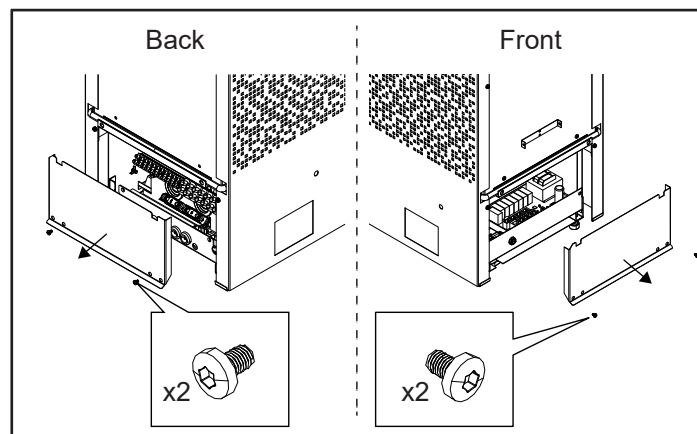

Fig 8: Lossa inkopplingsluckorna fram och bak
2. Lossa skruvarna på luckorna, se Fig 8.
7. Skjut in lådan, Sätt till baka luckorna och skruva i skruvarna (se Fig 8).